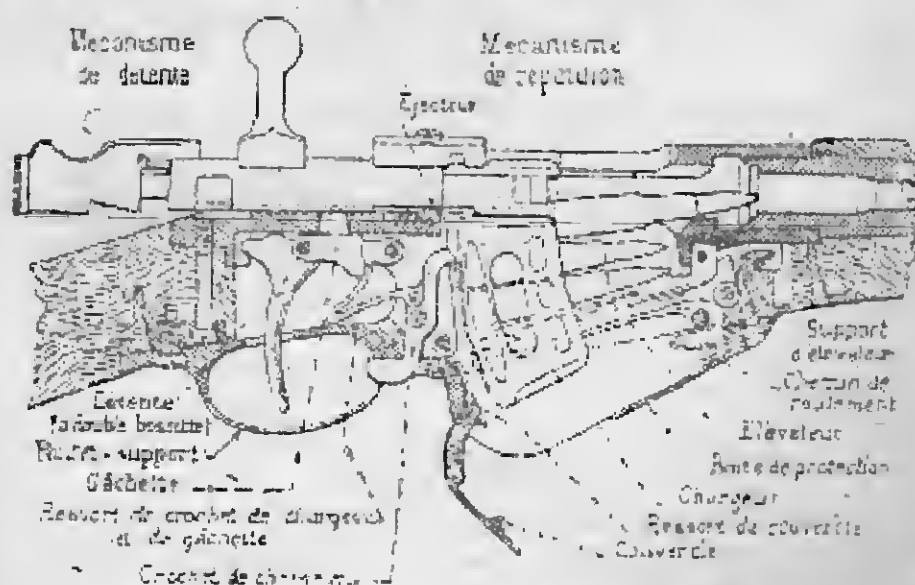
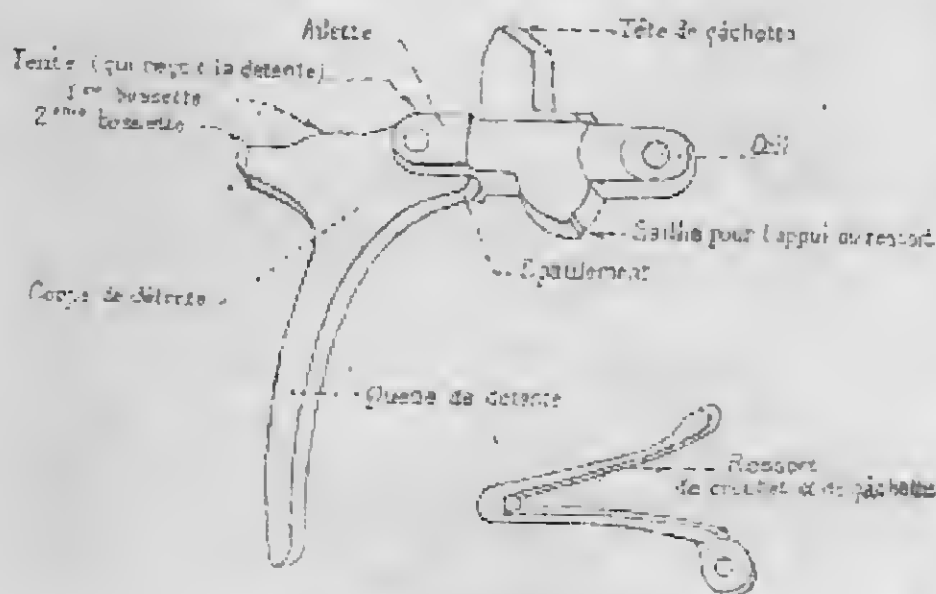

Fig. 13. — Mécanismes. (Vue d'ensemble, en coupe.)
Fig. 17. — Mécanisme de détente,
13. Le **mécanisme de répétition** et le **mécanisme de détente** sont reliés l'un à l'autre et forment un ensemble qu'on appelle les **mécanismes** (fig. 13).
Mécanisme de répétition (fig. 13 et 14).
Mécanisme de détente (fig. 13 et 17).
la gâchette (fig. 17), sa tête, ses ailettes, sa fente, sa saignée pour l'appui du ressort, son œil;
la détente (fig. 17), à double bosselle, sa queue, ses deux bosselles, son épaulement;
le crochet de chargeur (fig. 13), son plan incliné, son corps, ses évidements pour le rouleau du ressort, son poussoir; le ressort de crochet et de gâchette (fig. 17), ses deux tranches munies chacune d'un rouleau, sa fente;